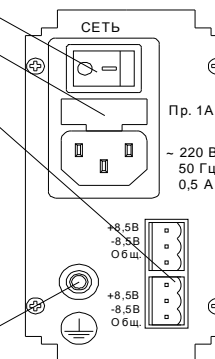

Рис.1 Вид задней панели блока питания SVP-BP-Rack
3.2.2. Подключить электропитание от блока питания к установленным модулям, используя трехжильный кабель (см. рис.1). Монтаж должен осуществляться мягким кабелем последовательно, начиная от ближнего к блоку питания модуля и заканчивая дальним. Модули между собой по питанию соединяются перемычками длиной 20 см. При этом запас по длине кабелей питания должен давать возможность выдвигания отдельных модулей для проведения настройки.
3.2.3. Установить крейт в 19-дюймовую стойку и закрепить его соответствующими винтами. Для эффективной работы схем грозозащиты и для исключения возможных наведенных внешних помех необходимо произвести заземления крейта через заземляющий контакт на блоке питания (рис.1).